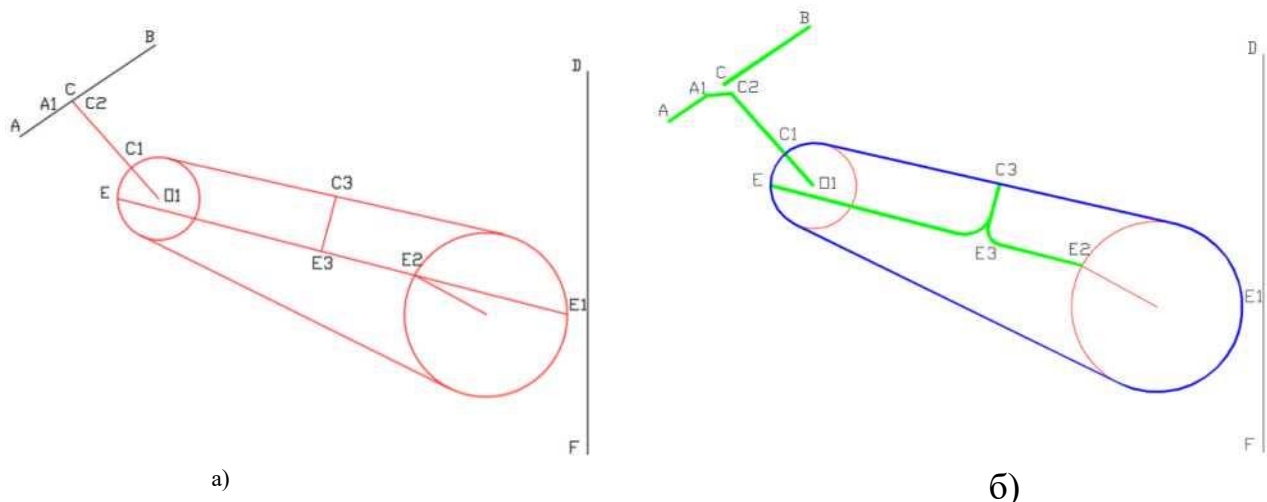

Рис. 1.
5. Провести отрезок АВ, как указано на чертеже (рис. 1 а).
Вся работа выполняется согласно чертежу, приведенному на рис.1.